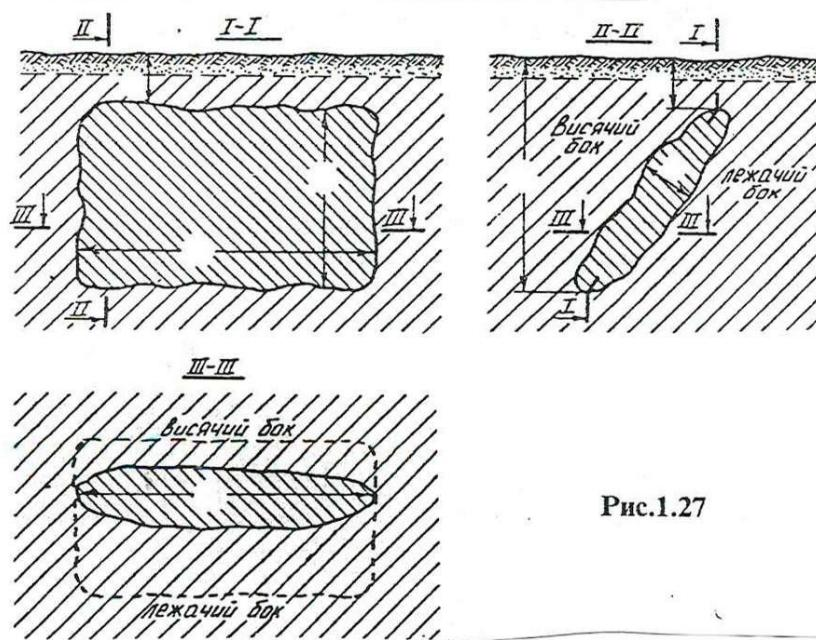

Рис.1.27
**19.** На каких разрезах (рис.1.27) можно показать горизонтальную мощность?